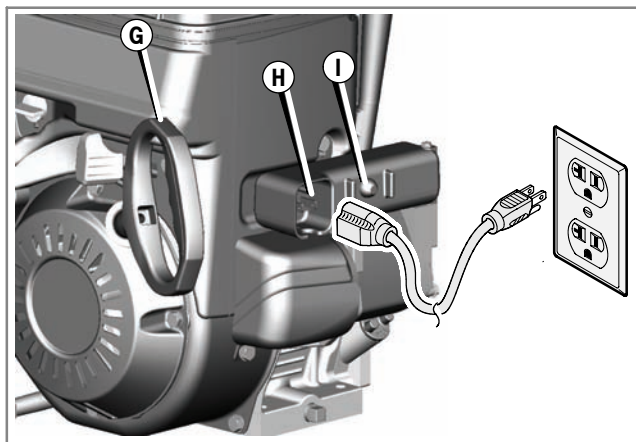

Figura 8
9. **Avviamento elettrico:** Collegare prima il cavo al connettore del motorino di avviamento e poi nella presa a muro. Se richiesto aggiungere una prolunga omologata con cavo a tre fili per la massa. Figura 8